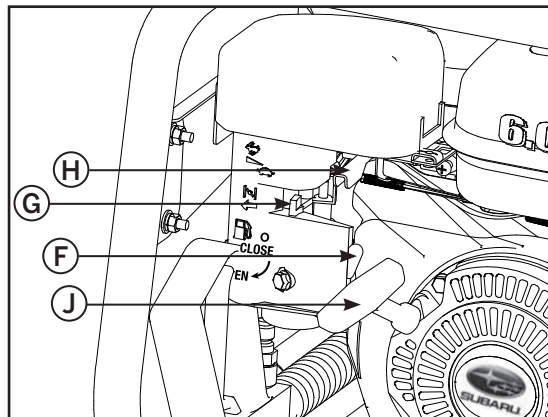

Figure 4
1. Tourner vers le bas la valve d'essence (F sur la figure 4), à la position « open ».
2. Fermer l'étrangleur en déplaçant le levier (G sur la figure 4) complètement à la gauche.
3. Déplacer le levier des gaz (H sur la figure 4) de la droite à 1/3 de sa course vers la gauche.
5. Tirer doucement la poignée de lancement (J sur la figure 4) jusqu'à sentir une résistance, puis tirer brusquement. Ne pas laisser la poignée de lancement revenir brusquement contre le moteur. La ramener lentement pour éviter tout dommage au moteur.
6. Pendant que le moteur se réchauffe, ouvrir graduellement l'étrangleur en déplaçant le levier (G sur la figure 4) vers la droite.
8. Pousser le levier des gaz (H sur la figure 4) complètement vers la gauche, à la vitesse maximum.